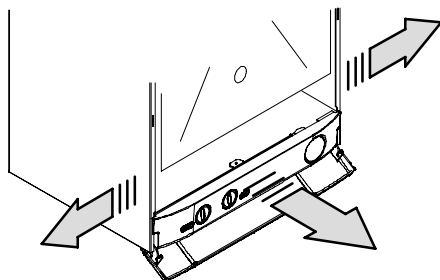

Fig. 5.16
- Spostare i pannelli laterali e estrarre frontalmente il pannello comandi per accedere alla morsettiera di alimentazione Fig. 5.16